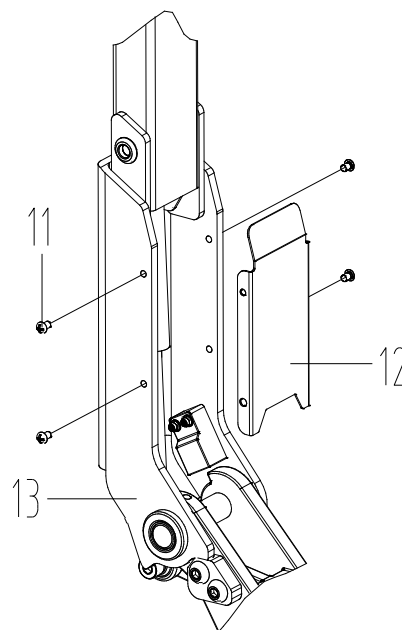

Figura 5
- Como mostramos na Figura 5, fixe a placa da cobertura (12) ao conjunto do guiador (13) com os parafusos (11). Quando estiver bem fixa, terminou o processo de montagem do timão/guiador.